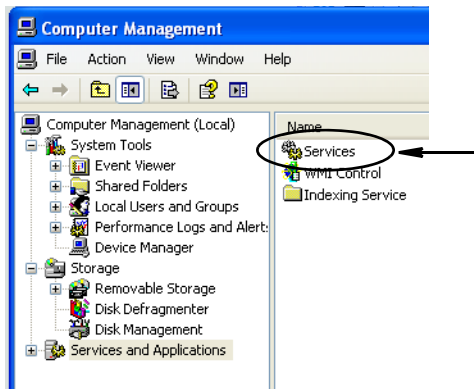

FIG. 55
c. Dubbelklik op Diensten (FIG. 55).